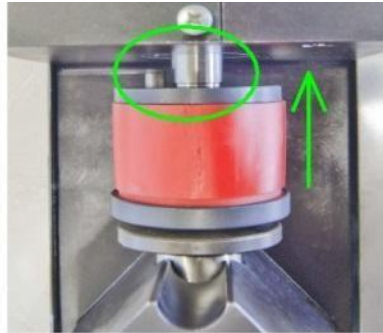

Рис. 4
- Встановіть **пуансон**, сумістивши його штифт із гніздом на штоку поршня (рис. 4).